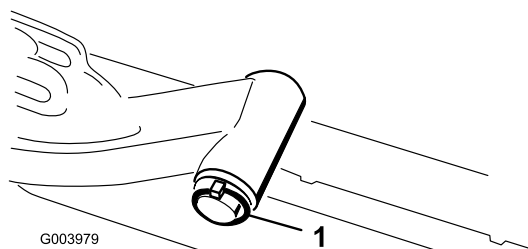

Figura 16
- A. Retire o pino de sujeição e a anilha que prende o veio da articulação do braço de elevação ao braço de elevação e faça deslizar o veio de articulação do braço de elevação para fora do braço de elevação (Figura 16).
- C. Insira o veio do braço de elevação no braço de elevação e prenda-o com a anilha e o pino de sujeição (Figura 16).